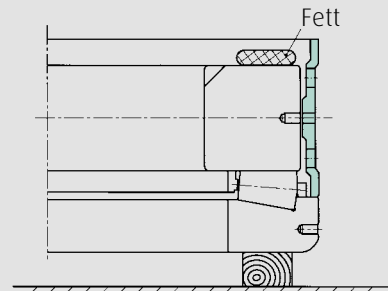

Abb. 3.41
5. Den Rollensatz mit Einbaumarkierung B auf die Wellenscheibe auflegen. Der Käfig muß gleichmäßig an der Wellenscheibe anliegen (Punkt C in Abb. 3.41). Die vorgegebene Fettmenge auf den Rollensatz aufbringen (Abb. 3.41).